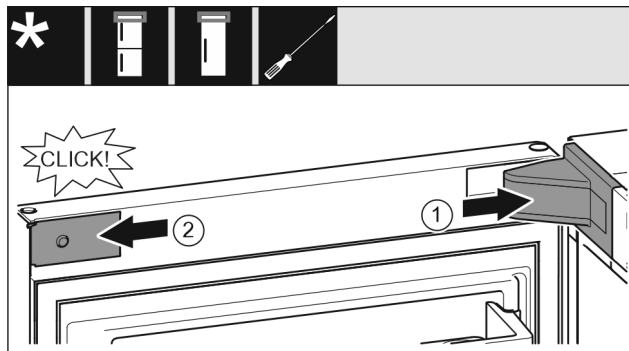

Fig. 23
- Namestite pokrov ležajnega podstavka Fig. 23 (1) in ga zaskočite, po potrebi ga previdno potisnite narazen.
- Namestite zaslonko Fig. 23 (2) in jo zatakните.